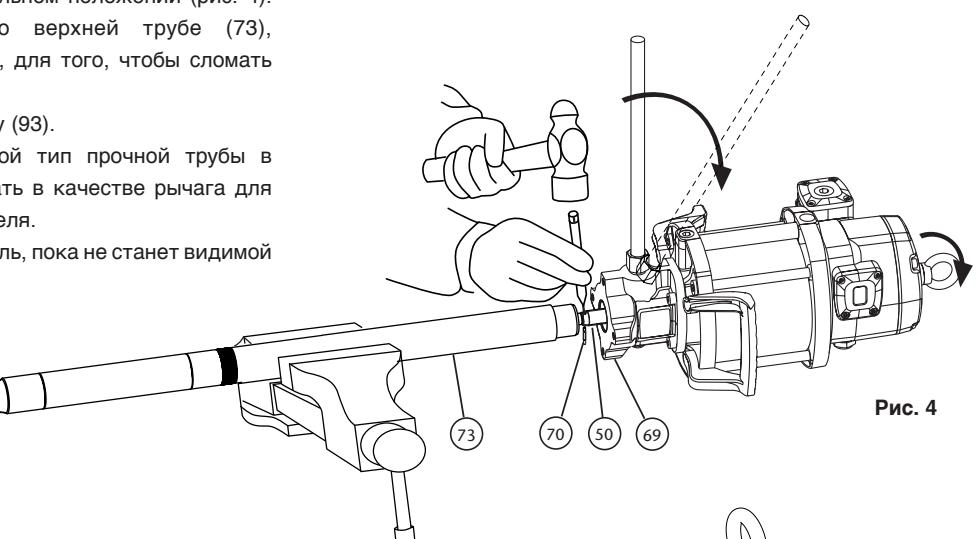

Рис. 4
ОТСОЕДИНЕНИЕ ПНЕВМАТИЧЕСКОГО ДВИГАТЕЛЯ ОТ НАСОСА (РИС. 4)
1. Закрепить насос в тисках в горизонтальном положении (рис. 4). Аккуратно постучать молотком по верхней трубе (73), расположенной рядом с корпусом (69), для того, чтобы сломать закрепитель резьбы.
2. Отвинтить гайку (94) и снять прокладку (93).
4. После отсоединения извлечь двигатель, пока не станет видимой эластичная шпилька (70) в штоке (49). С помощью молотка и подходящего пробойника выбить шпильку (70). После этого мотор можно снять.